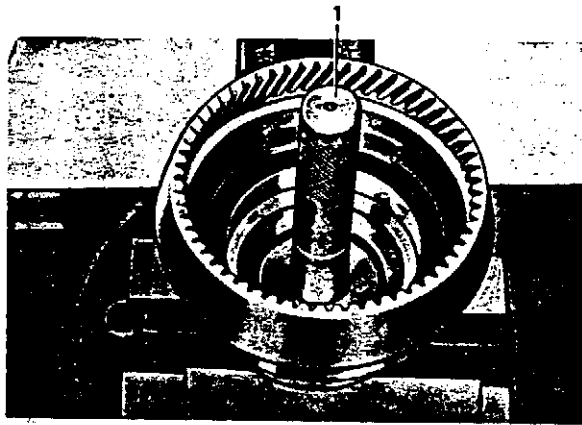

Abb. 18 Einbau des Nadellagers, Abtriebswelle
1. Vorderen Sicherungsring für das Lager (28) in die hintere Gehäusehälfte einbauen. Lager mit Dorn SVO 2413 einpressen.
2. Stützlager (31) für die Hauptwelle des Getriebes mit Dorn SVO 2417 in die Abtriebswelle (25) einpressen, siehe Abb. 18. Vorderes Lager mit Dorn SVO 2412 auf die Abtriebswelle aufpressen.
3. Abtriebswelle mit einem Holzklötz unterstützen. Tachometerschnecke (30), Distanzhülse (29) und Druckscheibe (24) aufsetzen. Hintere Gehäuse-